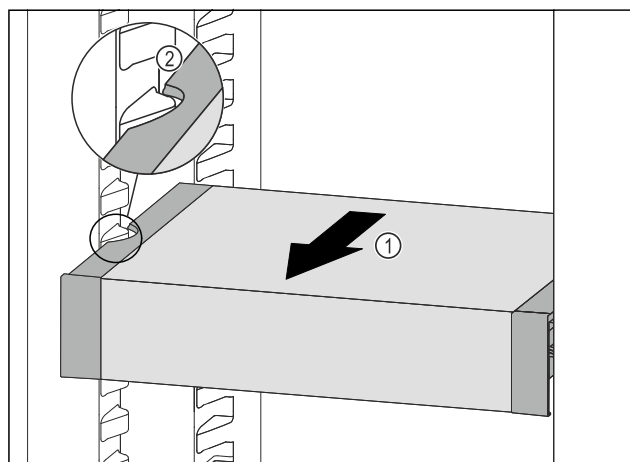

Fig. 123
- 向前拉动 VarioSafe Fig. 123 (1)，直至 VarioSafe 的侧部凹槽与冷藏区中的容器肋梁持平。 Fig. 123 (2)